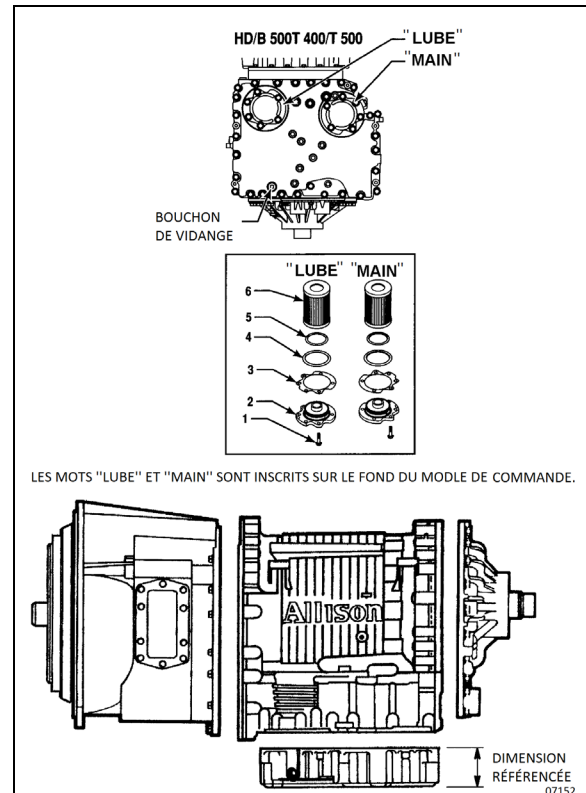

FIGURE 7: BOUCHON DE VIDANGE ET FILTRES
2. Démontez le bouchon de vidange situé sous la transmission (FIGURE 7) et laissez l'huile se vidanger dans un récipient approprié.
3. Enlever douze boulons (1), deux couvercles de filtre (2), deux joints (3), deux joints toriques (4), deux joints toriques (5) et les deux filtres (6) du bas du module de commande (FIGURE 7).
4. Lors de la pose des pièces, lubrifier et poser des joints toriques neufs (4) et (5) sur chaque couvercle (2). Lubrifier le joint torique intérieur du filtre (6) et pousser le filtre sur le couvercle (2). Poser des joints plats neufs (3) sur le couvercle (2) et aligner les trous du joint sur les trous du couvercle.